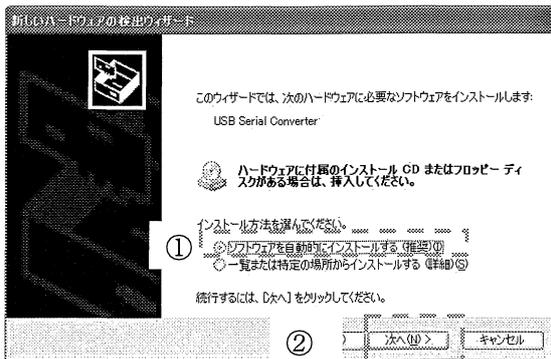

図 A.4 自動検出
- ④ 図A.4に示すように「ソフトウェアを自動的にインストールする」を選択し、「次へ」を押す。
- ⑥ REX-USB60F用デバイスドライバのコピーが開始され、完了メッセージが表示する。
- ⑦ 引き続き仮想COMポートドライバのインストールが開始され、図A.4に示すように「いいえ、……」を選択し、「次へ」を押す。
- ⑧ 図A.4に示すように「ソフトウェアを自動的にインストールする」を選択し、「次へ」を押す。
- ⑨ Windowsロゴテストに合格していないという警告が現れるが、ここも「続行」を押す。
- ⑩ 仮想COMポートドライバのインストールが開始され完了メッセージが表示される。
- ⑪ 以上で、ドライバのインストールが終わり、パソコンへの接続も完了である。